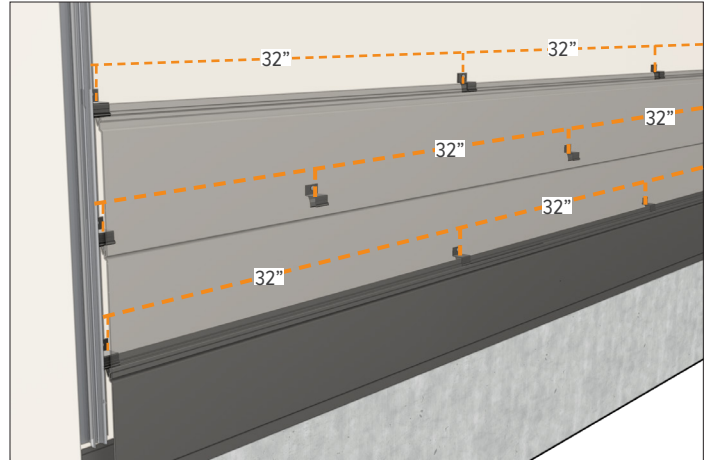

Figure 20.3
22. Décalez les pinces d'une rangée à l'autre pour qu'elles ne soient pas alignées. (Figure 20.3)